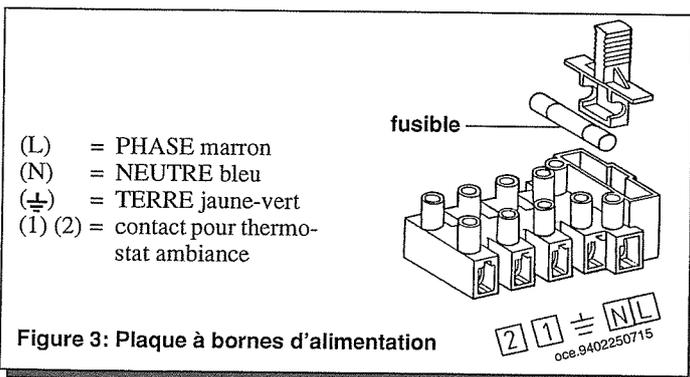

Figure 3: Plaque à bornes d'alimentation
- Le fusible, du type rapide 2A, est incorporé dans la plaque à bornes d'alimentation (Figure 3).